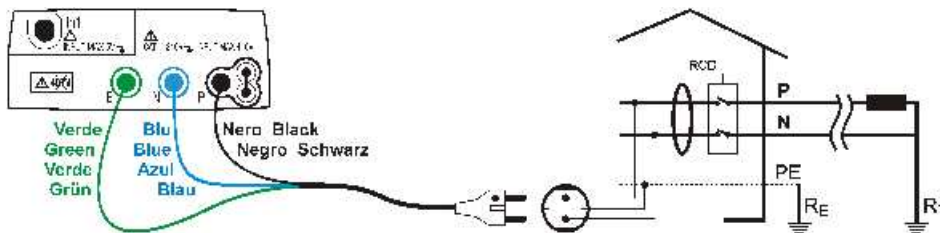
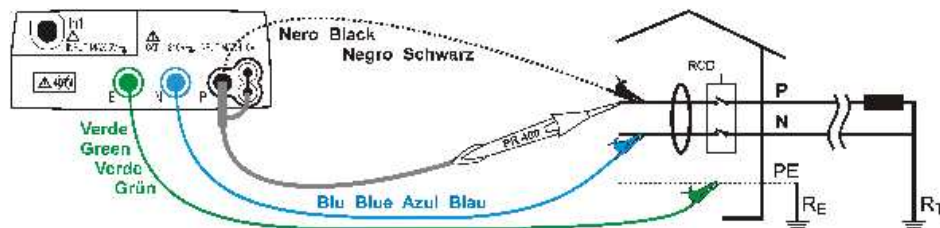
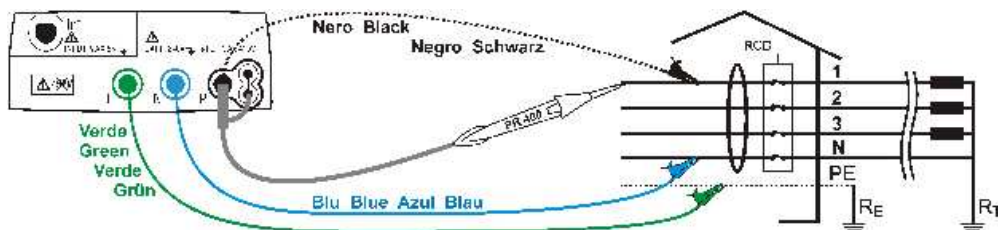

Abb. 20: Geräteanschluss zur einphasigen Messung des 230 V P-PE Schleifenwiderstandes mittels 3 Leiter Schukokabel
Abb. 21: Geräteanschluss zur einphasigen Messung des 230 V P-PE Schleifenwiderstandes mit Einzelkabeln und Tastkopf
Abb. 22: Geräteanschluss zum 400V + N + PE dreiphasigen Messung des P-PE Schleifenwiderstandes mittels Einzelkabeln und Tastkopf
4. Führen Sie den grünen, blauen und schwarzen Steckverbinder des dreipoligen Schukokabels in die entsprechenden Eingangsbuchsen E, N und P des Messgerätes ein. Alternativ dazu können Sie Einzelkabel verwenden und die entsprechenden Krokodilklemmen an die freien Kabelenden ankleben. Sie können auch den Tastkopf benutzen, indem Sie dessen mehrpoligen Steckverbinder in die Eingangsbuchse P einführen. Verbinden Sie den Schukostecker, die Krokodilklemmen oder den Tastkopf mit dem elektrischen Stromnetz entsprechend Abb. 20, Abb. 21, Abb. 22 und Abb. 23.